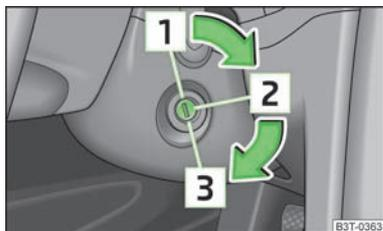

Fig. 113
- Carregue a fundo no pedal da embraiagem, ligue a ignição e ligue o motor » Fig. 113 - não acelere. Mantenha o pedal da embraiagem carregado, até o motor pegar.
Desligue o motor, rodando a chave de ignição para a posição » Fig. 113.